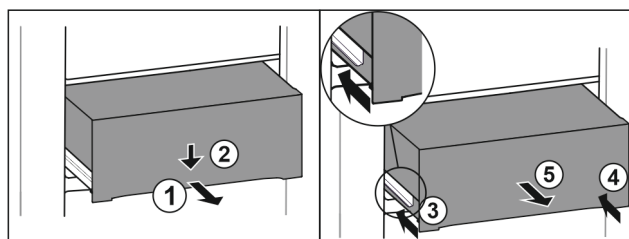

Fig. 100
- ▶ Trekk skuffen ut halvveis. Fig. 100 (1)
- ▶ Skyv skuffen foran nedover. Fig. 100 (2)
- ▶ Sett inn den venstre skinnen ca. 2 cm. Fig. 100 (3)
- ▶ Sett inn den høyre skinnen ca. 2 cm. Fig. 100 (4)
- ▶ Ta ut skuffen framover. Fig. 100 (5)